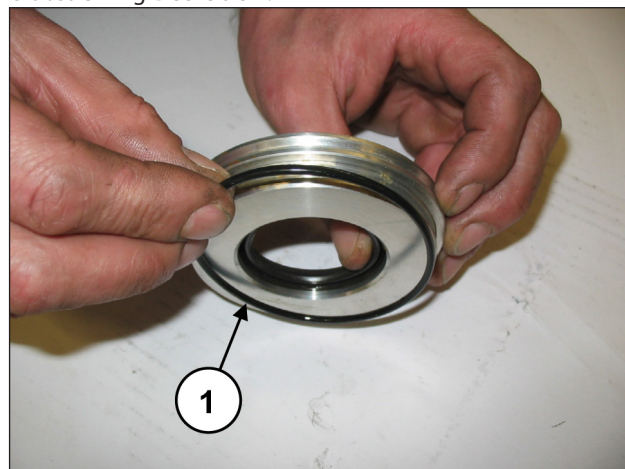

Abb. 94
Setzen Sie den O-Ring (Pos. ①, Abb. 94) in den Sitz des Ölabbstreifungs-Deckels ein.